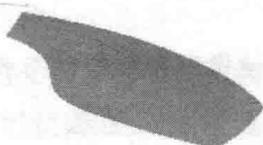
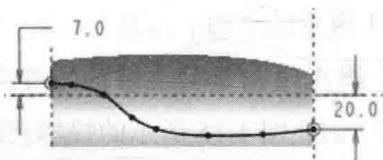

图 1.7 拉伸曲面 2
图 1.8 截面草图
Step6. 创建图 1.7 所示的拉伸曲面 2。
(1) 选择命令。单击 **模型** 功能选项卡 **形状** 区域中的 **拉伸** 按钮，按下操控板中的“曲面类型”按钮及“移除材料”按钮。
(2) 选取修剪对象。选取已存在的曲面为要修剪的曲面。
(3) 绘制截面草图。单击 **放置** 按钮，在弹出的界面中单击 **定义...** 按钮；选取 FRONT 基准平面为草绘平面，选取 RIGHT 基准平面为参考平面，方向为 **下**，单击 **草绘** 按钮，绘制图 1.8 所示的截面草图。
(4) 定义切削参数。在操控板中定义拉伸类型为 **拉伸**，输入深度值 40.0，采用系统默认的修剪方向。
(5) 单击 **完成** 按钮，完成拉伸曲面 2 的创建。